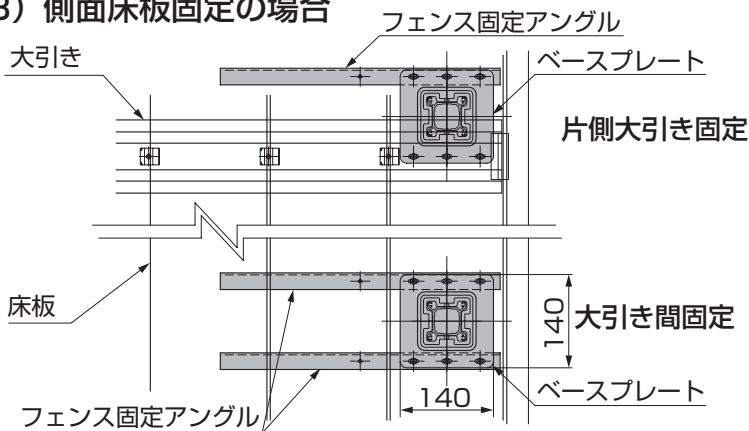
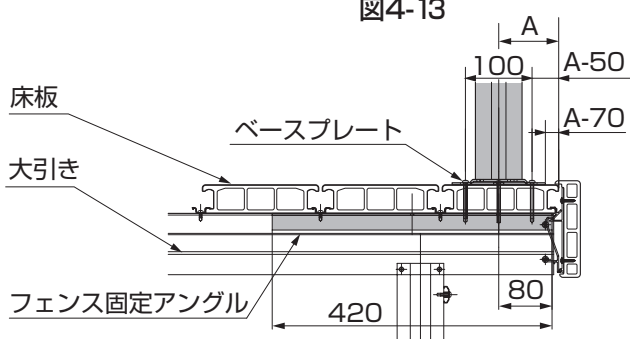
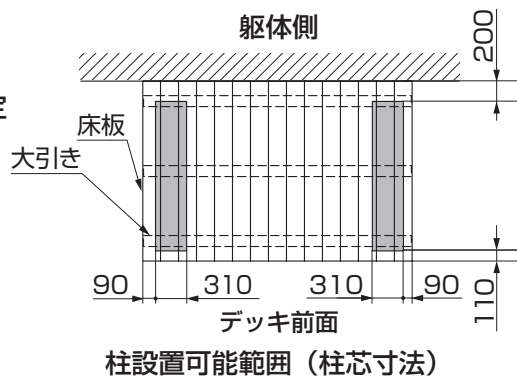
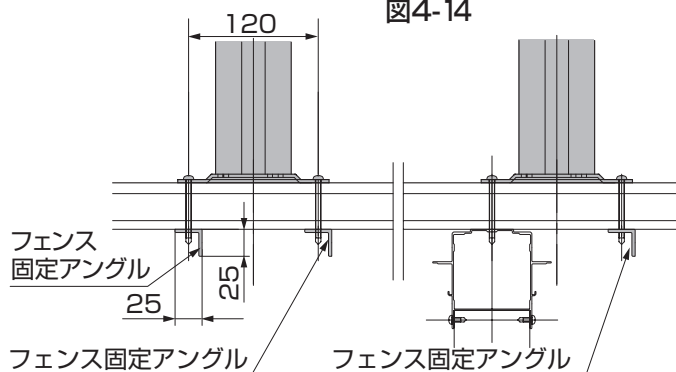

図4-13
図4-15
図4-14
図4-16
- 片側を大引きに固定して立てる場合、大引き間に立てる場合には、図4-13、図4-14、図4-15、図4-16を参照して取付けてください。
- 図4-15のA寸法値の最小値は90mmです。
- 図4-15のA寸法の最大値は、フェンス固定アングルに手が届く約400mmの範囲内で自由に設定することができます。
②ネジ位置をマーキングしてください。
③マーキングした床板にφ5.5の下孔をあけてください。(※1)
④片側大引き固定の場合は、「4-1 ベース柱 (1) 正面床板固定の場合」の端部への取付けを参照してください。
⑤大引き間固定の場合、デッキの中心の下孔と、フェンス固定アングルの孔を合わせて、ベースプレートを【4-3】で2ヶ所取付けてください。(※2)
⑥ベースプレートを【4-2】で、床板の下にフェンス固定アングルをあてて4ヶ所取付けてください。